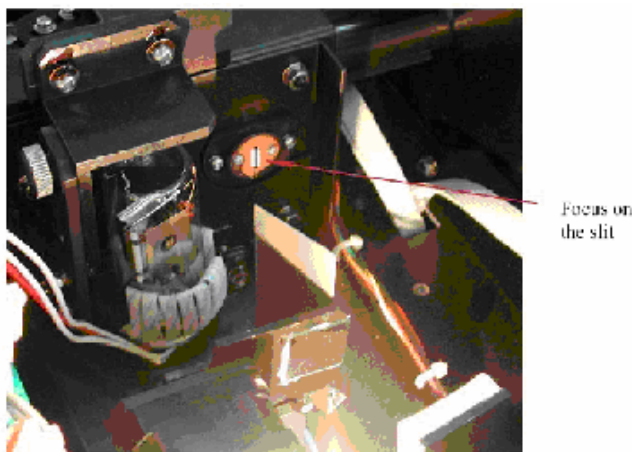

Рис. 8
8. Проверьте, выровнена ли лампа. Если лампа установлена правильно, силуэт лампы (световое пятно) полностью закрывает оптическую щель –см. рис.8. (далее см. п.9) . Если это не так, необходимо отрегулировать положение лампы (см. п.10.).